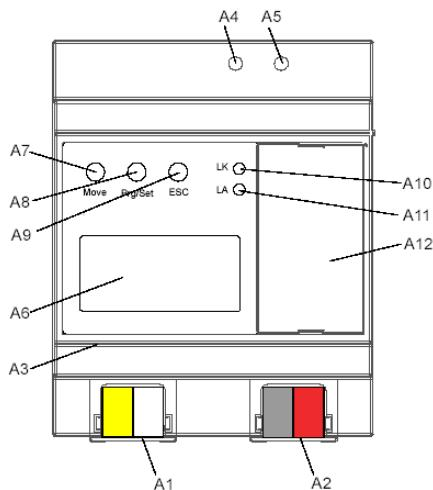

Bild 1: Lage der Anzeige- und Bedienelemente
- Verbinden Sie die Hilfsspannung AC/DC 24V mit der gelb-weißen Busklemme (Bild 1, A1).
- Verbinden Sie die Busleitung mit der schwarz-roten Busklemme (Bild 1, A2).
- Stecken Sie ein Ethernet Patchkabel mit RJ45 Stecker in die RJ45 Buchse (Bild 1, A3), um das Gerät mit dem LAN / Intranet zu verbinden.
- Es besteht eine Verbindung zu einem Netzwerk, wenn die gelbe LED mit der Kennzeichnung LK (Bild 1, A10) dauernd leuchtet. Wenn die LED LA (Bild 1, A11) aufleuchtet, werden Daten vom bzw. zum Gerät gesendet.
- Entfernen Sie zuerst das Ethernet Patchkabel aus der RJ45 Buchse (Bild 1, A3).
- Entfernen Sie die gelb-weiße Busklemme (Hilfsspannung) aus der Buchse (Bild 1, A1).
- Entfernen Sie die schwarz-rote Busklemme (Busleitung) aus der Buchse (Bild 1, A2).
- Heben Sie den Batteriefachdeckel (Bild 1, A12) mit einem Schraubendreher ab.
- Drücken Sie den Batteriefachdeckel (Bild 1, A12) wieder auf die Öffnung.